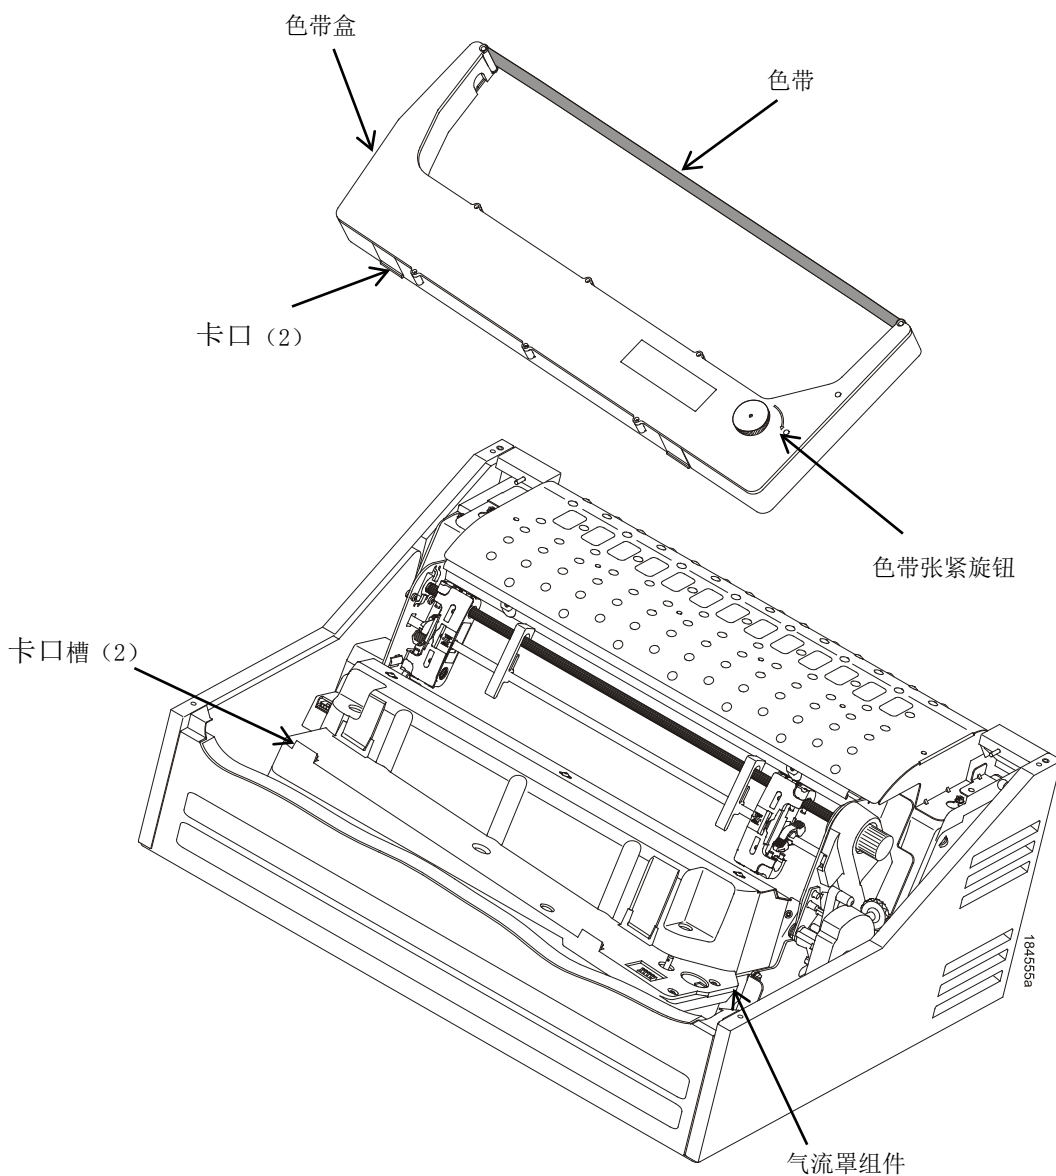

图21. 安装色带盒
6. 呈一定角度斜握色带盒，使其与您最靠近的尾端低于靠近色带的那端。找到色带盒外部的两个卡口，将其插入气流罩组件上的相应插槽中（见图21）。